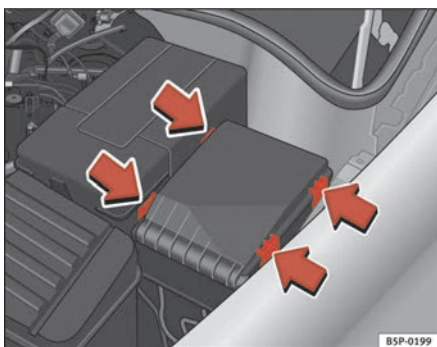

Abb. 181 Sicherungsdeckel im Motorraum
- Haken Sie den Sicherungsdeckel im Motorraum an den Laschen aus, indem Sie die Laschen zur Deckelmitte drücken ⇒ Abb. 181.